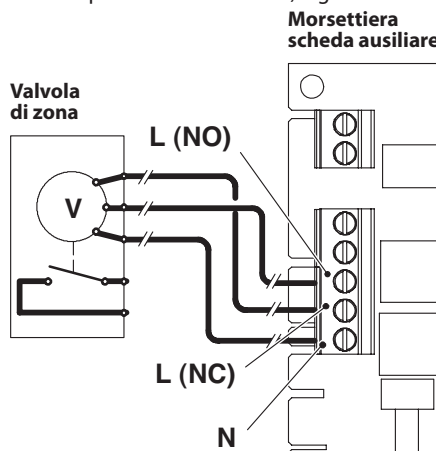

Figura 5.26
Per il collegamento della valvola di zona servirsi dei morsetti della scheda ausiliare **N** (neutro comune), **L (NO)** linea 230V ~ (valvola apre impianto riscaldamento), **L (NC)** linea 230V ~ (valvola chiude impianto riscaldamento) (Figura 5.26).